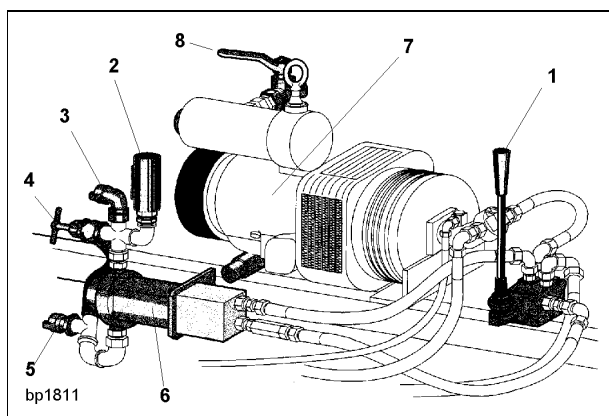

Fig. 1
- Desconecte la bomba de agua por medio de la palanca de mando 1 (Fig. 1).